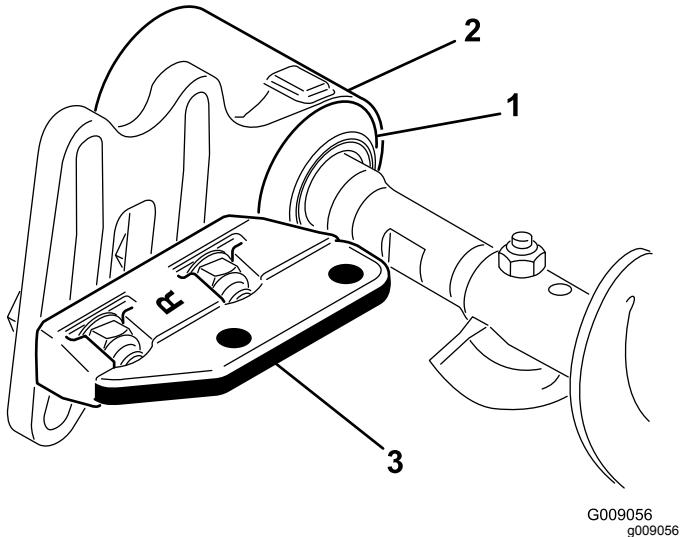

図 26
11. 各エクスクルーダシールを外側にずらし、シールのリップがそれぞれのベアリングハウジングに軽く接触するようにする図 26。